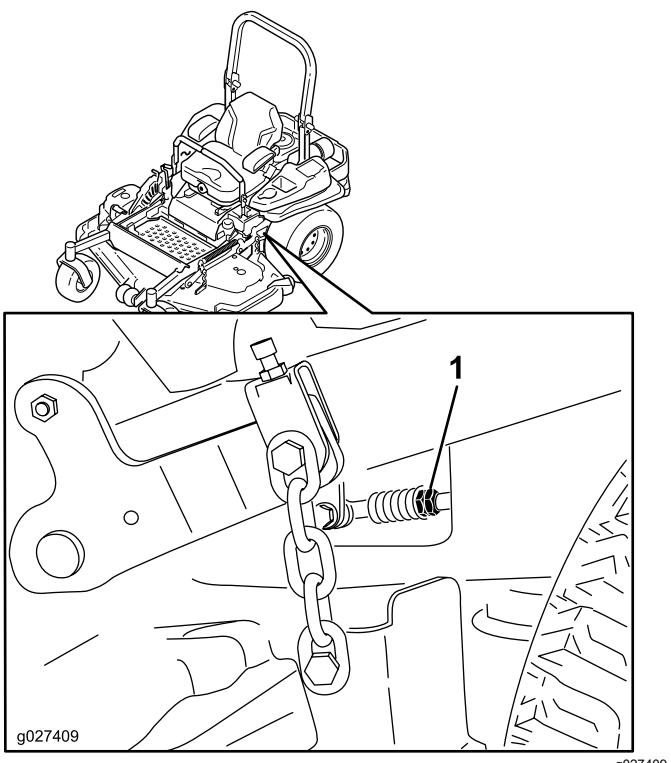

Figura 107
10. Ajuste os comprimentos da barra de controlo da bomba rodando as porcas duplas na barra na direção adequada até as rodas andarem ligeiramente para trás (Figura 107).